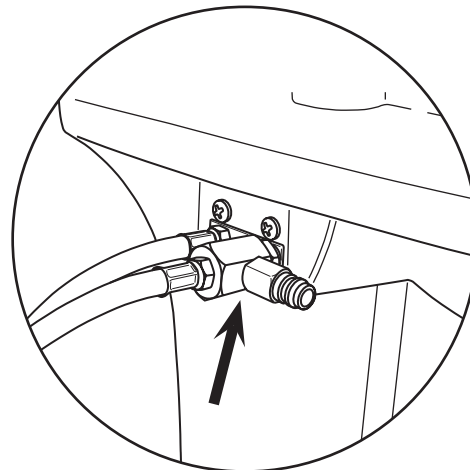

Abbildung 23
- Anschlussstutzen zum Entfernen von kontaminiertem Kältemittel (siehe Abbildung 23)